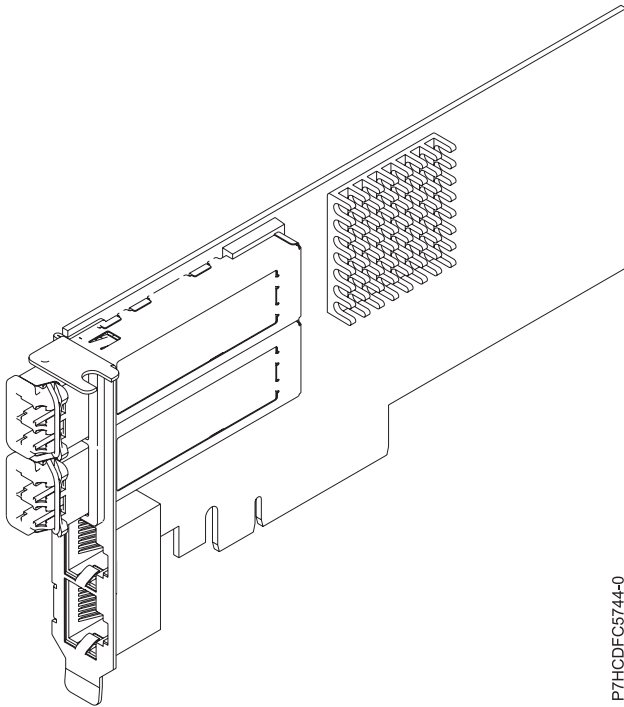

Figure 17. Carte PCIe2 2x10GbE SR 2x1GbE UTP
La carte PCIe2 2x10GbE SR 2x1GbE UTP est une carte PCI Express de deuxième génération 4 ports Ethernet à connexion unifiée avec une interface de bus hôte PCI Express 2.0. Cette carte est optimisée pour l'informatique en nuage, la virtualisation, le stockage et les autres applications de centre de données. Cette carte comporte deux ports Ethernet 10 gigabits et deux ports Ethernet 1 gigabit. Les deux ports émetteurs-récepteurs SR (single root) SFP+ (small form-factor pluggable) 10 gigabits sont utilisés pour la connexion avec les autres serveurs ou commutateurs du réseau. Chaque port SFP+ (SR) fournit une connectivité Ethernet avec un débit nominal de 10 Gbps (gigabits par seconde) et utilise des câbles twinax SFP+ en cuivre pouvant atteindre une longueur maximale de 5 mètres. Chaque port RJ45 fournit une connectivité Ethernet avec un débit de 1 Gbps. Les fonctions d'agrégation de liaisons et de reprise en ligne de la carte sont idéales pour les applications réseau critiques qui nécessitent redondance et haute disponibilité. La figure 17, à la page 56 présente la carte FC 5745.